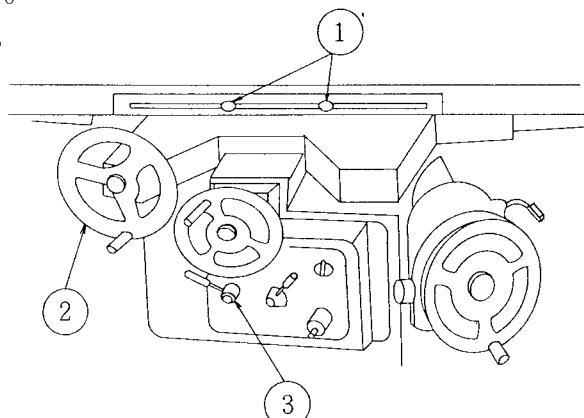

図1-6
(2) テーブル左右送り (図1-6)
① テーブル左右反転用ツマミ
② テーブル左右送りハンドル
③ テーブル速度調節レバー